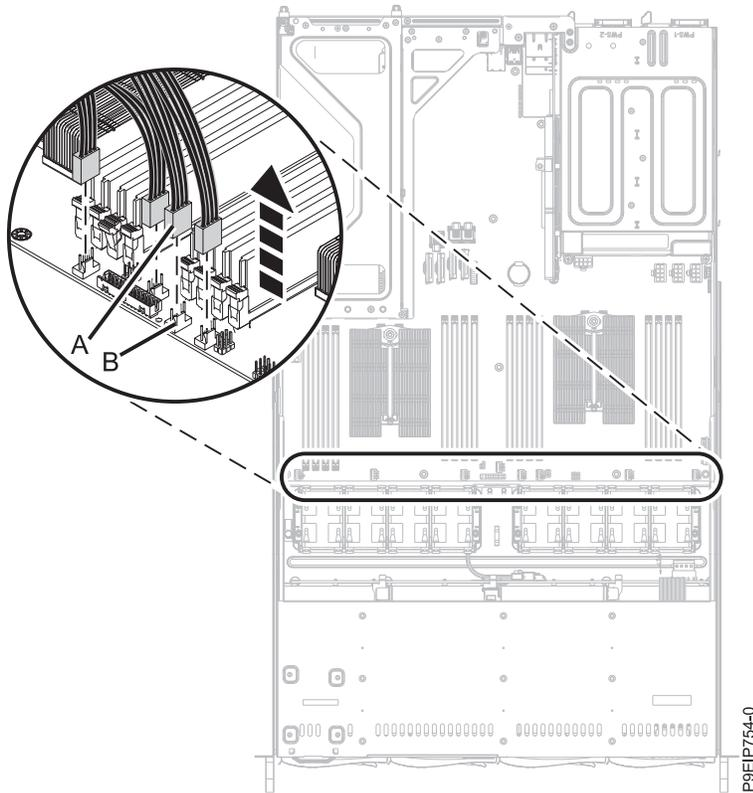

Figura 15. Desconexión del cable del ventilador
4. Para desconectar un cable del ventilador, suelte el clip del conector **(B)** y extraiga con cuidado del conector **(A)** de la placa posterior del sistema, como se muestra en la Figura 15 en la página 21. No tire de los cables. Pase el cable por el receptáculo del ventilador.